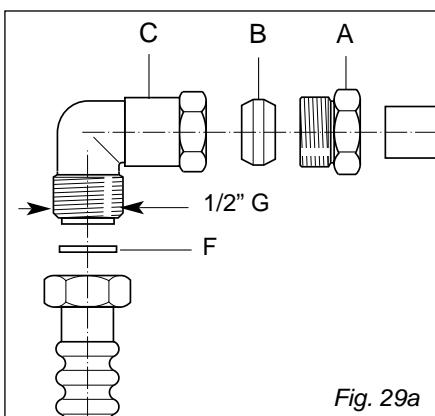

Fig. 29a
Il raccordo del piano cottura è così composto (fig. 29a - 29b):
- ✓ *La guarnizione F ed il bicono B (fig. 29a - 29b, 29c - 29d) sono gli elementi che garantiscono la tenuta della connessione gas. Si consiglia la loro sostituzione quando dovessero presentare anche la minima deformazione o imperfezione.*